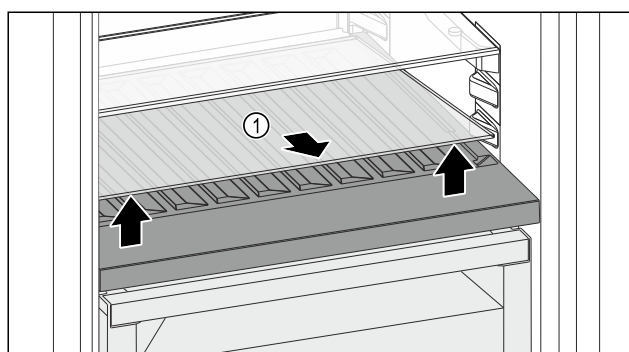

Fig. 152
- Soulever la plaque de verre Fig. 152 (1) au niveau de l'évidement avant et la retirer.
- Entreposer la plaque de verre Fig. 152 (1) dans un endroit sûr hors de l'appareil.
- Insérer la plaque de verre (2) sous le compartiment à bouteilles amovible.